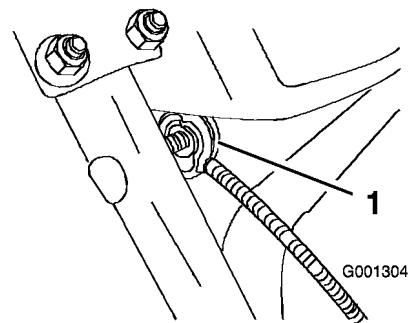

Figure 7
- Retirez l'écrou et la rondelle du guidon, fixez le serre-câble sur le câble et le guidon, et serrez l'écrou à la main (Figure 7).